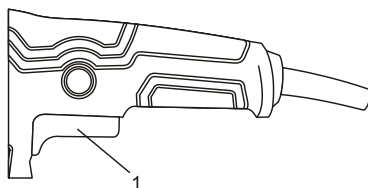

Fig. 6
Para encender el interruptor, presione el lado derecho del interruptor de ENCENDIDO (1) (Fig. 6). Para apagar el interruptor, suelte el lado izquierdo del interruptor de ENCENDIDO (1).